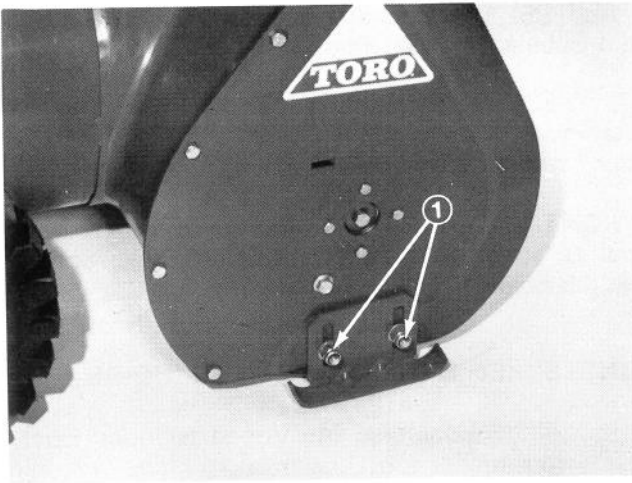

Abb. 33
1. Die Schneefräse auf eine ebene Fläche stellen. Dann die vier Bundmuttern (Abb. 33) lösen, mit denen beide Kufen an den Seitenplatten des Räumgehäuses befestigt sind. Die Kufen müssen sich nach unten und oben verschieben lassen.
4. Die vier Bundmuttern lösen (Abb. 33), mit denen beide Kufen an den Seitenplatten des Räumgehäuses befestigt sind. Dann die Kufen ganz nach unten schieben, so dass das Räumgehäuse grösstmöglichen Abstand vom Boden hat. Nun die Bundmuttern wieder festziehen.